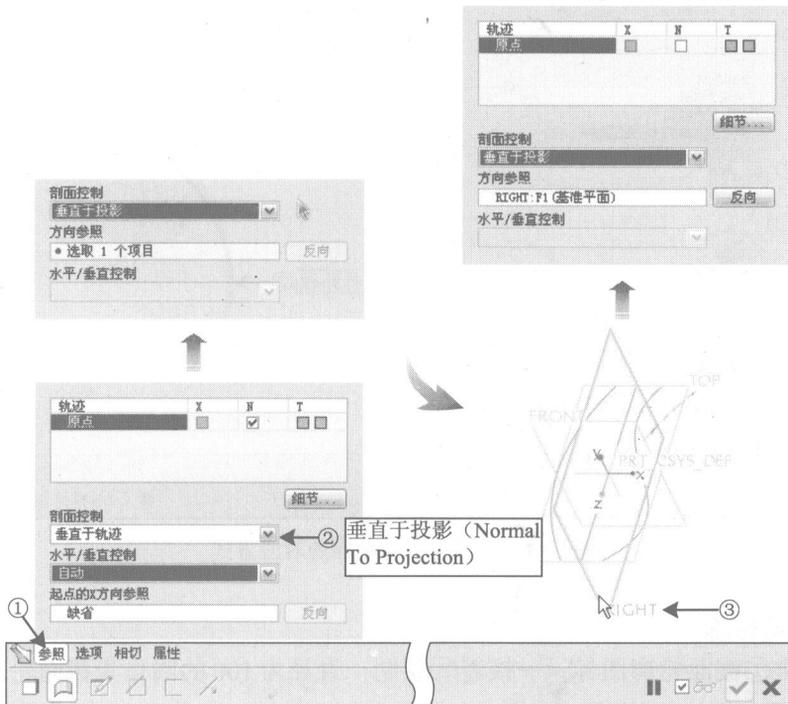

图 1-16 垂直于投影 (Normal To Projection) 流程
此时, 说明步骤3“定义路径与截面的对应方式”阶段, 剖面控制 (Section plan control) 选项内的垂直于投影 (Normal To Projection) 的操作与结果。先执行编辑定义 (Edit Definition), 接着选中①参照项, 在剖面控制 (Section plan control) 下拉列表中→选择②垂直于投影 (Normal To Projection); 然后, 此对话框会稍微变化→直接单击选择③工作窗口中的 RIGHT 面, 如图 1-16 所示。